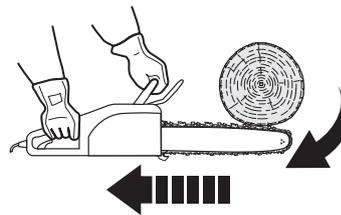

Fig.28
2. Si la chaîne [3] est pincée au niveau du bord supérieur du guide-chaîne [4], celui-ci peut être projeté brutalement vers l'arrière (Fig. 28).